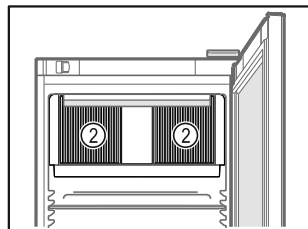

Fig. 62
- ❑ Не закрывайте вентиляционную щель Fig. 62 (2) вентилятора циркуляционного воздуха во внутренней камере.